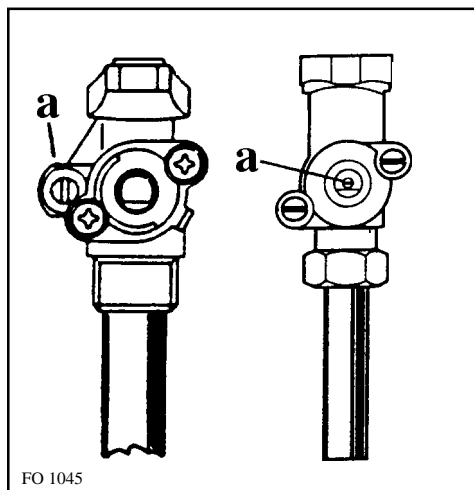

Рис. 4
- При помощи тонкой отвертки отрегулируйте положение винта перепускного клапана (см. рис. 4). При переходе от натурального газа к баллонному, затяните этот винт, поворачивая его против часовой стрелки, до тех пор, пока не получите ровное слабое пламя.